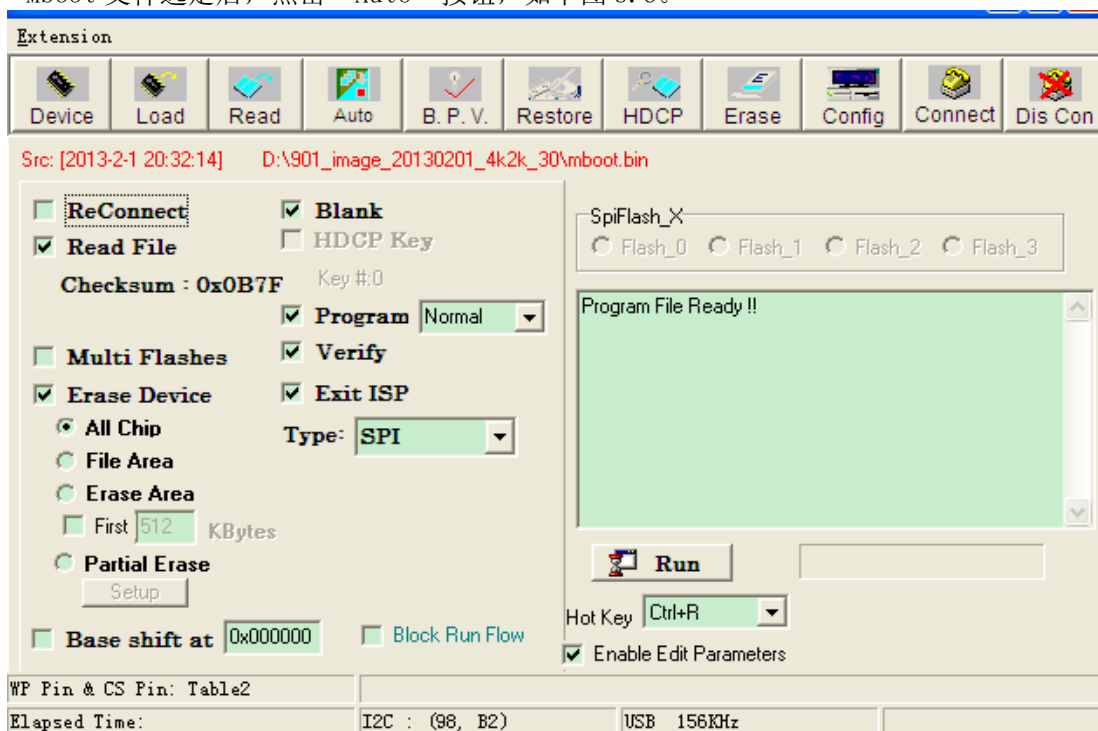
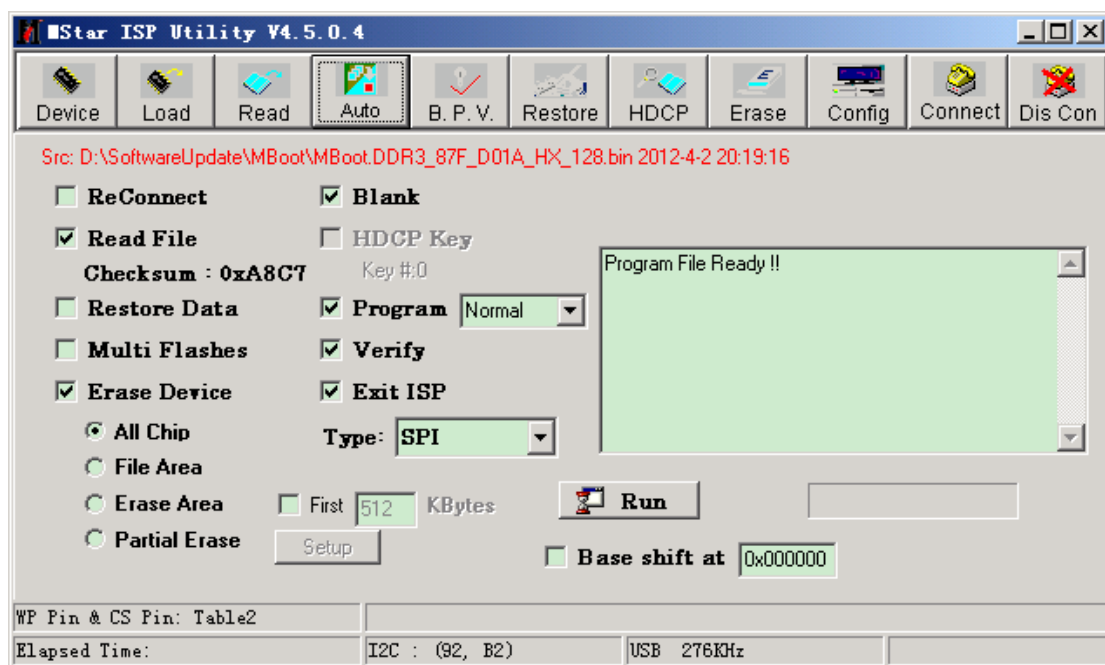

图 3.6
图 3.8
- 9) Mboot 文件选定后, 点击“Auto”按钮, 如下图 3.6。
备注：对于图 3.6 中“Auto”下的设置，一般就可以成功升级；特殊的，也可以设置如下图 3.8（即左栏选择 All Chip 模式），这种设置方式，烧写 Mboot 更为彻底，少些时间要长一些。